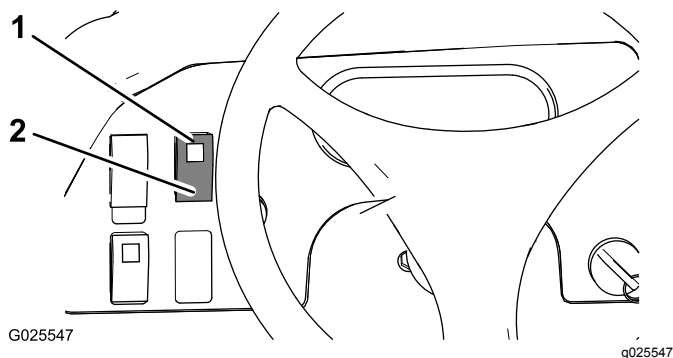

图24
- 向上按差速锁开关可锁定差速锁 图24。
- 向上按差速锁开关可解锁差速锁 图24。